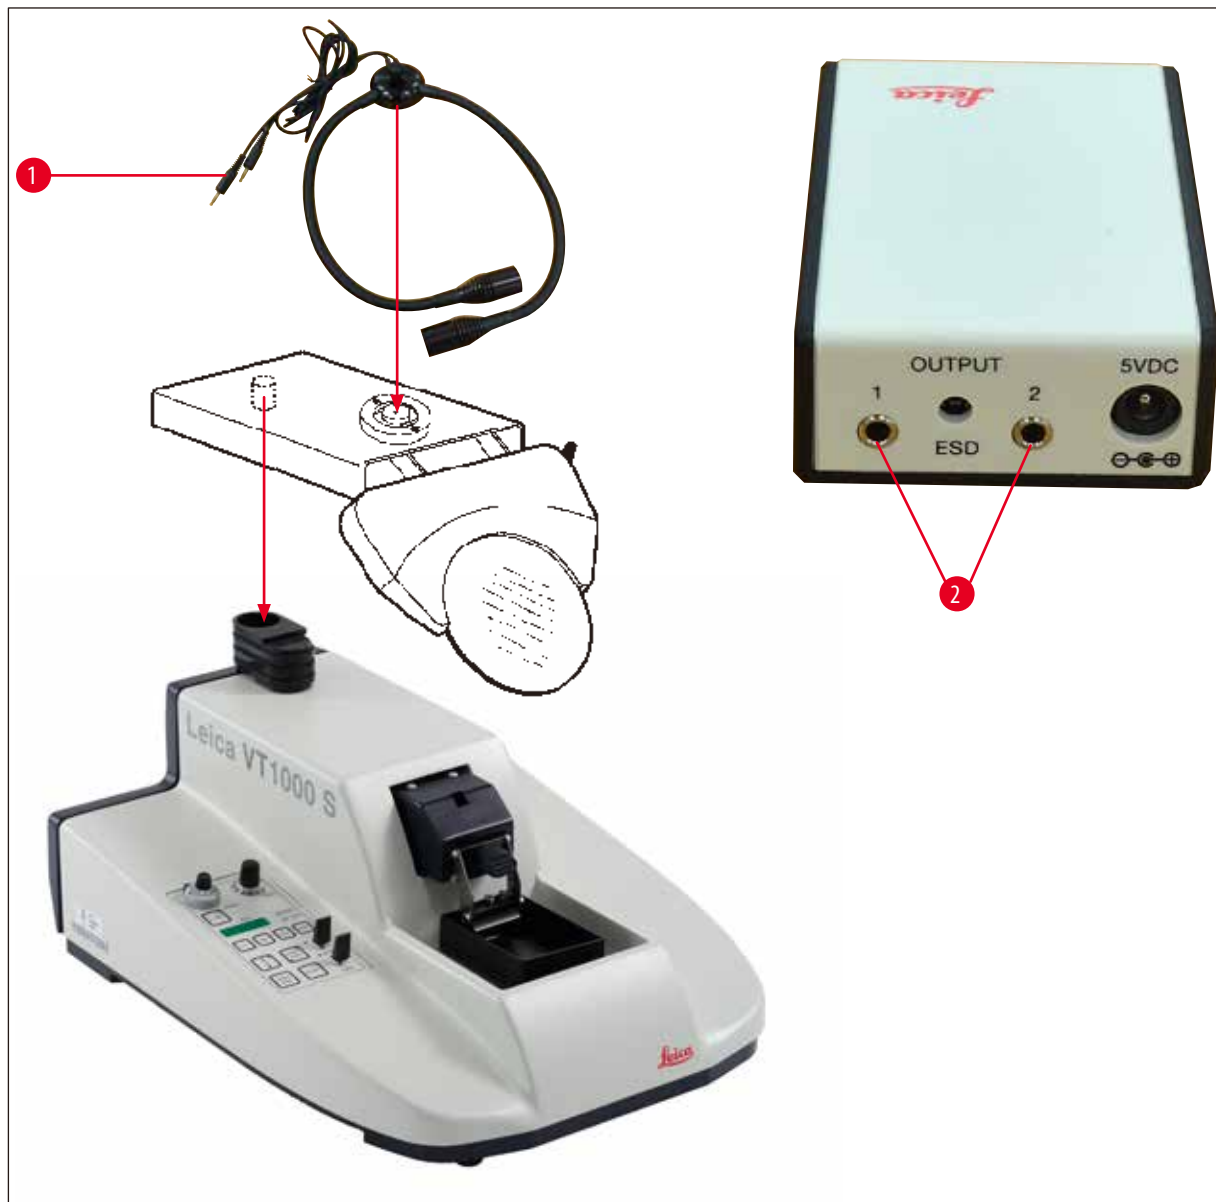

Рис. 9
7. Подсоедините держатель увеличителя с модулем высокомошных светодиодных спотов с 2 ножками, как показано на (→ Рис. 9). Установите заглушку (→ Рис. 9-1) модуля высокомошных светодиодных спотов с 2 ножками в гнездо (→ Рис. 9-2) на модуле высокомошного светодионного спота 1000.